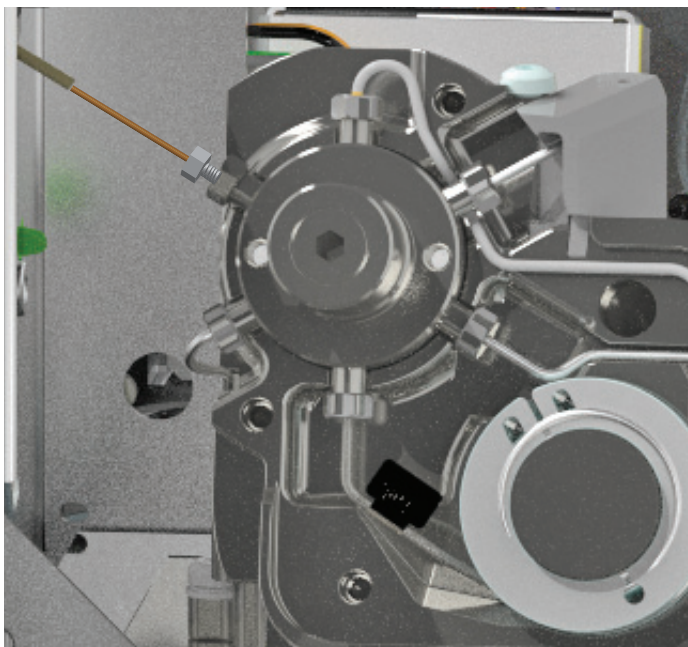

Figura 28. La línea de transferencia está instalada en la válvula de 6 puertos
- 14 Guíe con suavidad la sílice fundida hasta la conexión del reductor (con la tuerca de 1/4 pulgadas ya en la válvula de 6 puertos) todo el recorrido hasta que se detenga. Deslice la ferrula de poliamida y la tuerca de 3/16 pulgadas en la tuerca de 1/4 pulgadas. Apriete manualmente la tuerca de 3/16 pulgadas y, a continuación, dé un cuarto de vuelta adicional. Consulte la sección **Figura 28**.